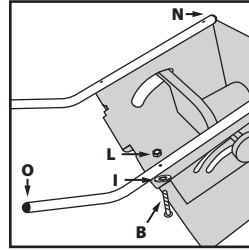

Abb. 3
- Befestigen Sie beide Bauteile an dem Hauptkörper der Maschine, mit Befestigungsteilen **B, J und L (Abb. 3)**.